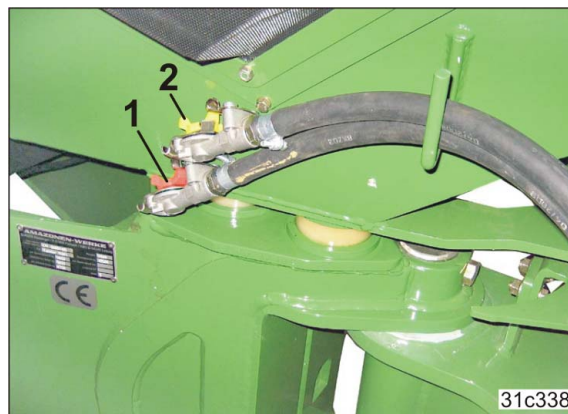

Рис. 33
- питающей магистрали (Рис. 33/1) с соединительной головкой (красного цвета);
- тормозная магистраль (Рис. 33/2) с соединительной головкой (жёлтого цвета).